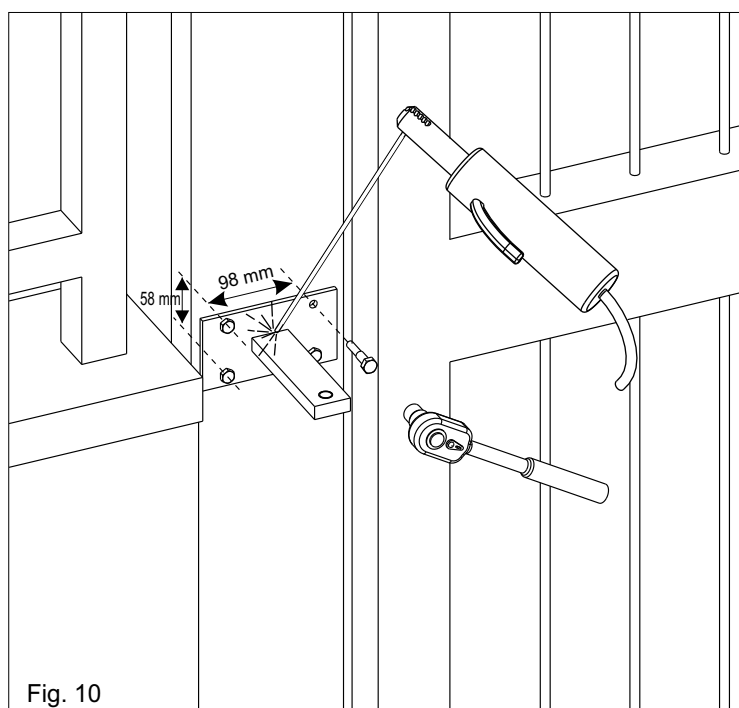
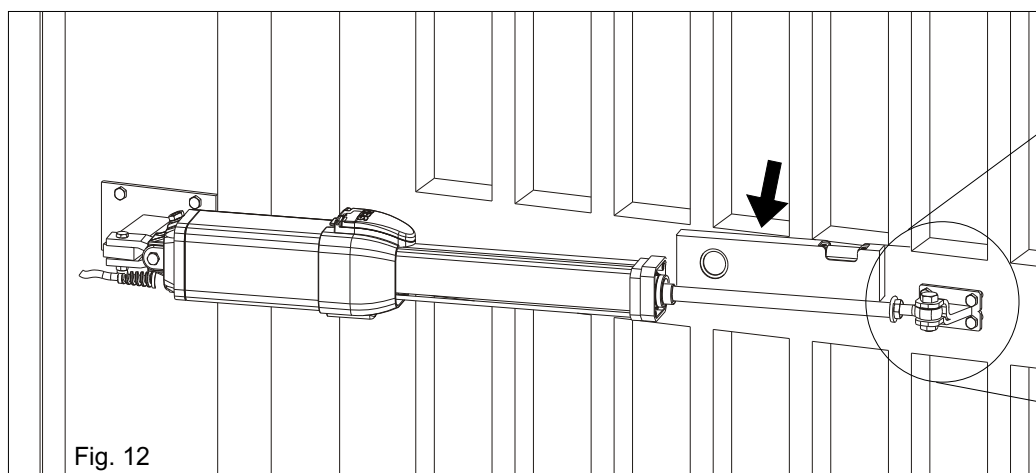

Fig. 10
Fig. 12
en base a la seleccion del tipo de apertura (interna o externa) y en base a la seleccion de la rotacion maxima del anta (ver pag. 5), el enganche debe ser primeramente cortado respetando la cuota "a" de pag.5 y despues soldada como en fig.10.
El soporte debe ser posicionado en modo que el operador resulte perfectamente horizontal (Fig. 10 ,Fig.12).
- 4) Posicionar el operador en modo que resulte perfectamente horizontal y por tanto señalar la posición del enganche anterior (Fig. 12)